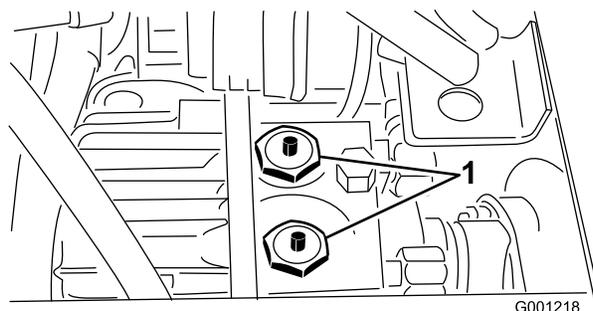

図 32
2. トランスミッション上部にある2つのチェックバルブ・アセンブリ (図 32) の中心にあるピンを押しながら牽引する。図 32 は運転席をプレートごと外した状態の写真である。